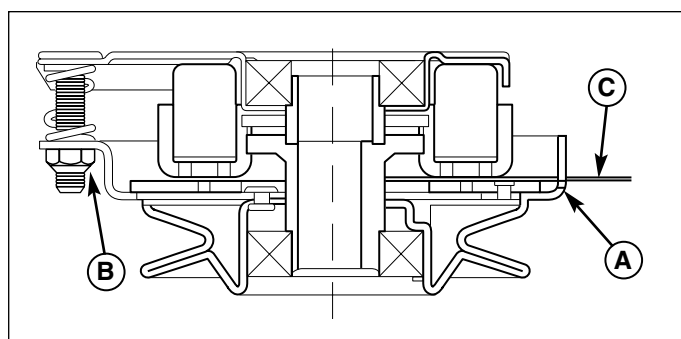

Figure 46. Réglage de l'embrayage de la PDF
3. Insérer une jauge d'épaisseur de 2,5 - 4,0 mm (C) dans chaque orifice en plaçant la jauge entre la face du rotor et la face de l'induit (figure 46).